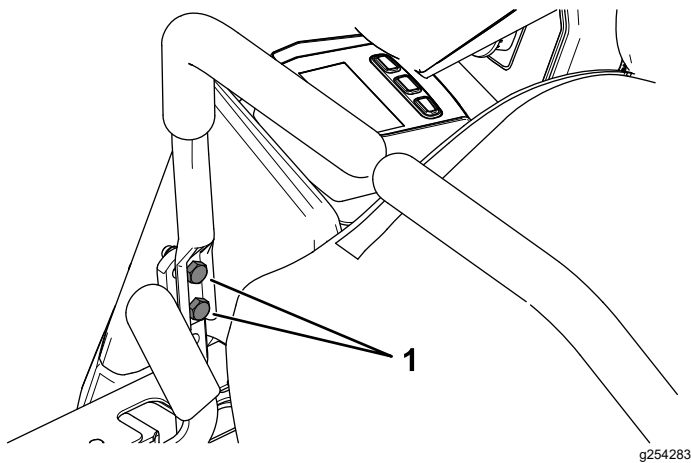

Bild 48
10. Wenn eine Ausrichtung erforderlich ist, lösen Sie die beiden Befestigungsschrauben des Fahrertriebshebels auf der falsch ausgerichteten Seite (Bild 48).
12. Ziehen Sie die beiden Befestigungsschrauben des Fahrtriebshebels fest (Bild 48).